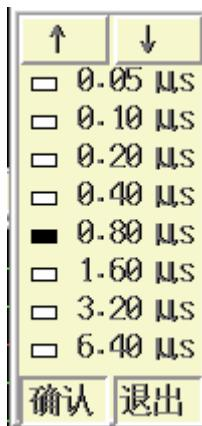

图 6.7 选择采样周期
操作：可以直接用③、④键来切换，也可以按确认键调出选择采样周期界面（如图 6.7 所示）进行选择。